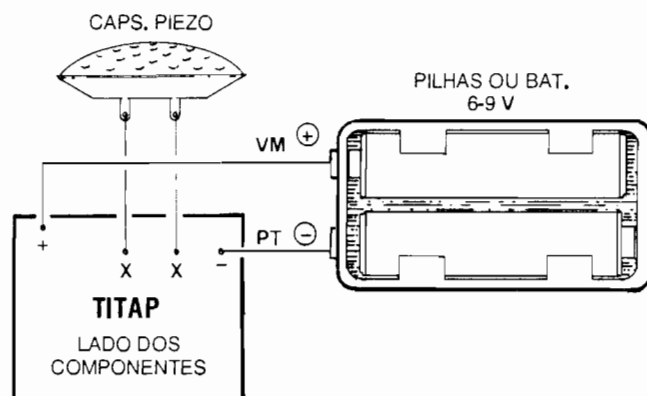

FIG. 5
- **FIG. 5 - CONEXÕES EXTERNAS À PLACA** - Com o Impresso ainda visto pela sua face não cobreada, a figura agora mostra as ligações externas ao Impresso, ou seja: as conexões aos terminais do transdutor piezo (feitas através dos pontos "X-X" da placa...) e as ligações da alimentação, polarizadas, aos pontos "+" e "-"... Quanto às ligações das pilhas ou bateria, lembramos que os fios "naturais" já existentes nos respectivos suportes ou "clip", mantêm o código de cor **vermelha** para o **positivo** e cor **preta** para o **negativo**...